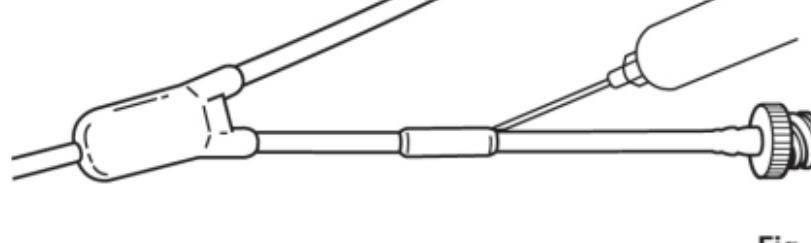

Fig. 16
7. Injicera lim i hylsans bågge ändar. (Fig. 16)